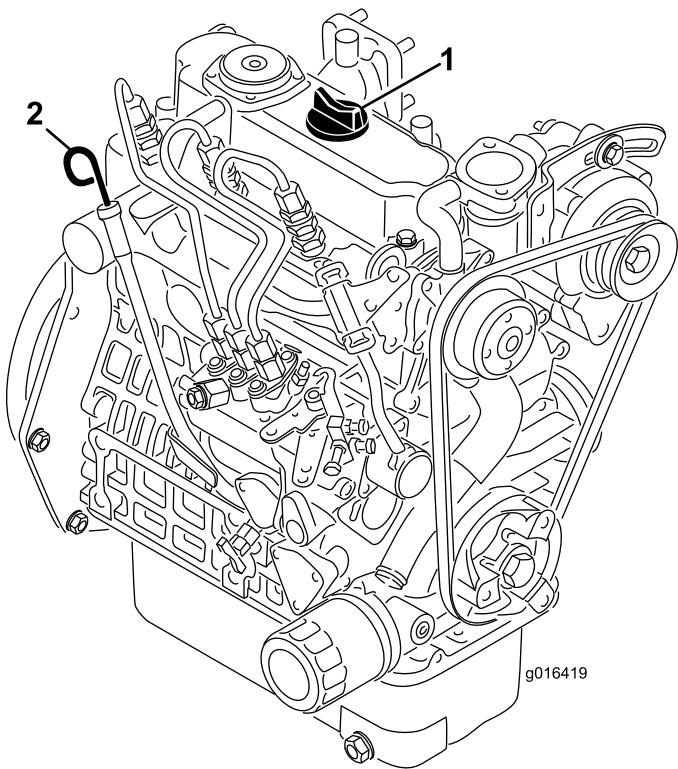

図 22
2. ディップスティックを抜き、ウェスで一度きれいに拭く(図 22)。ディップスティックを、首の根元までもう一度しっかりと差し込む。首から引き抜いて油量を点検する。油量が足りなければ、バルブカバーについている補給口のキャップを取り、ディップスティックの FULL マークまで **ゆっくりと** 補給する。補給するときは、ディップスティックで確認しながら少量ずつ入れてください。**入れすぎないこと。**